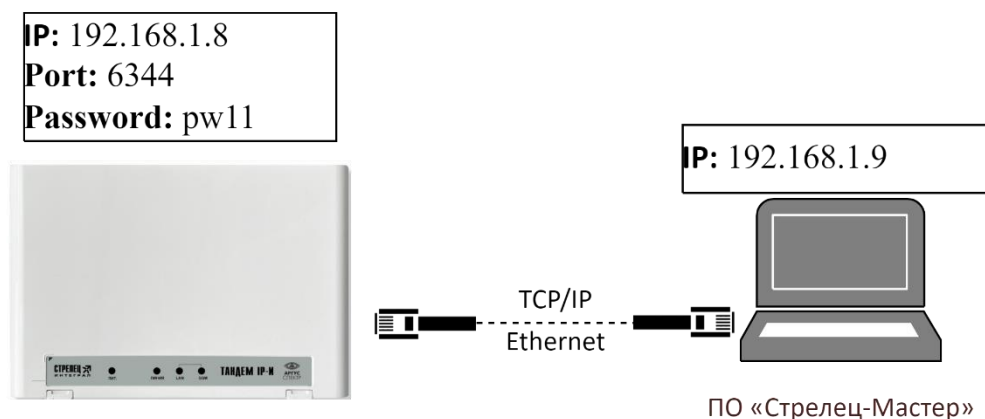

Рисунок 6.19
- Прибор необходимо подключить UTP-кабелем к ПК (Рисунок 6.19).